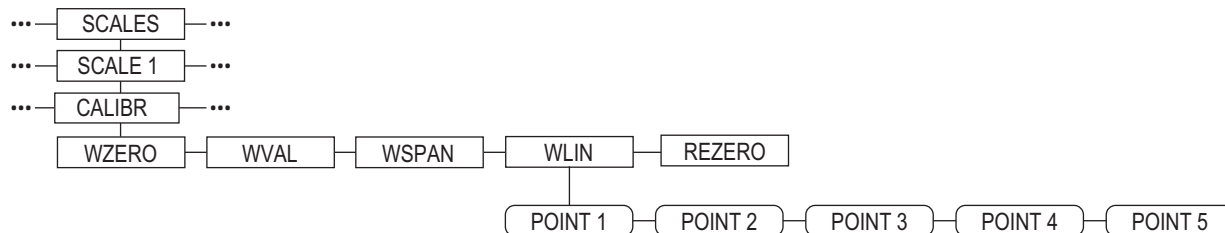

Figure 5-6. Calibration (CALIBR) Menu
4. Press  again (**GRADS** parameter highlighted), then press  to highlight the **CALIBR** menu (Figure 5-6).